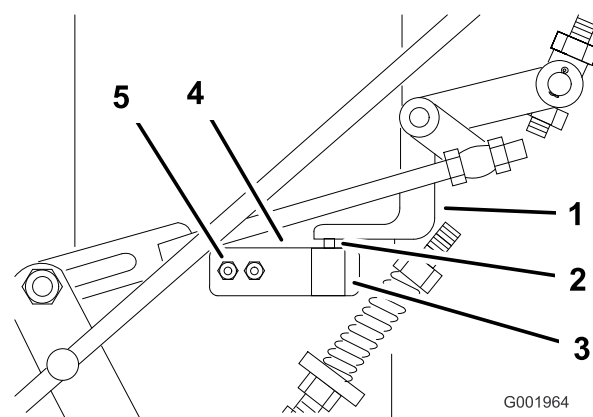

Figure 45
12. Pour ajuster la position du contacteur, desserrez les deux vis du support de point mort qui retiennent la plaque de contacteur au châssis (Figure 45).
13. Montez ou abaissez le contacteur de sorte à obtenir un écart de 3 à 6 mm (1/8 à 1/4 po) (Figure 45).
14. Serrez les deux vis du support de point mort qui retiennent la plaque de contacteur (Figure 45).
9. Vérifiez la course du levier de changement de vitesse dans la fente du panneau de commande. Le levier doit être à peu près centré dans la fente du panneau de commande (Figure 45).
11. Lorsque le levier de changement de vitesse est au point mort, vérifiez que le contacteur de sécurité est enfoncé et qu'un espace de 3 à 6 mm (1/8 à 1/4 po) sépare la languette d'actionnement du contacteur de sécurité (Figure 45).